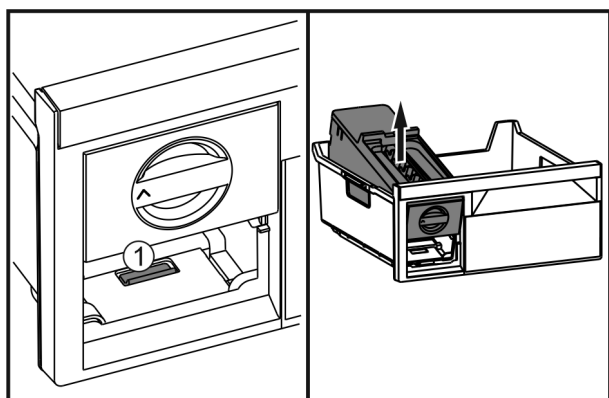

Fig. 80
- ▶ Натиснете езичето Fig. 80 (1), повдигнете EasyTwist-Ice отзад и извадете от чекмеджето на фризера.